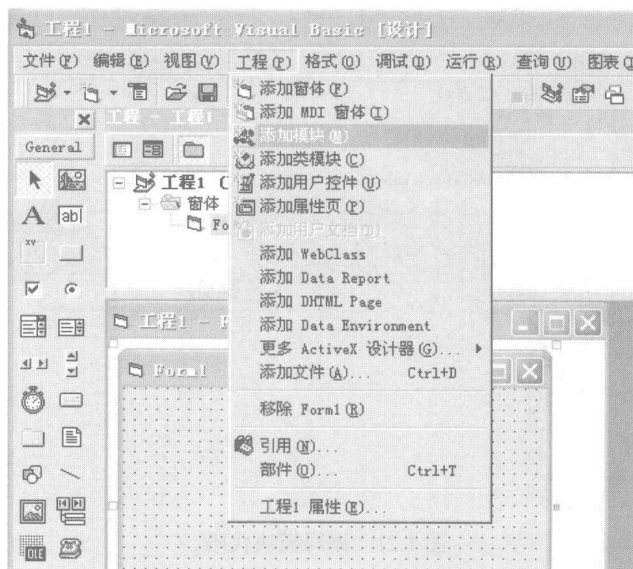
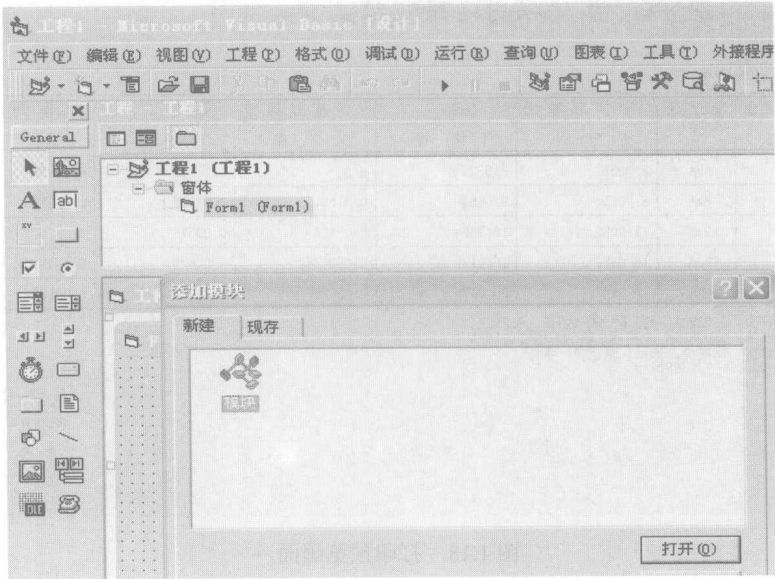

图 1.19 添加模块
图 1.20 添加模块
- ① 启动 VB6.0 进入编辑画面后，点击“工程(P)”出现图 1.19 画面。
② 在图 1.19 画面下点击“添加模块(M)”出现图 1.20 画面。
③ 在图 1.20 画面下选“打开”按钮。